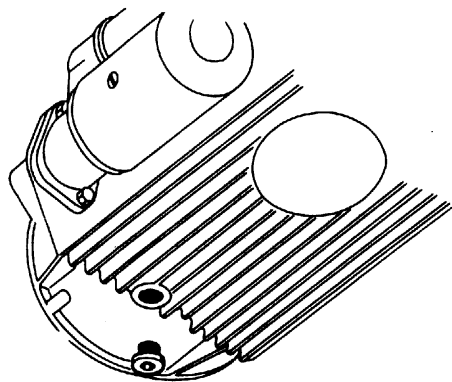

Fig. 11
- Sostituire l'olio e la cartuccia del filtro, quando il motore è caldo, per favorire il drenaggio. La sostituzione dell'olio dovrà essere eseguita dopo aver fatto drenare l'olio usato dal tappo della coppa. Il tappo di scarico della coppa è nella parte posteriore (fig. 11).
- Change engine oil and filter cartridge; this should be done with the engine warm, so as to assist draining-off. The oil should be changed after the old oil has been drained off through the sump drain plug. The drain plug is to the rear (fig. 11).